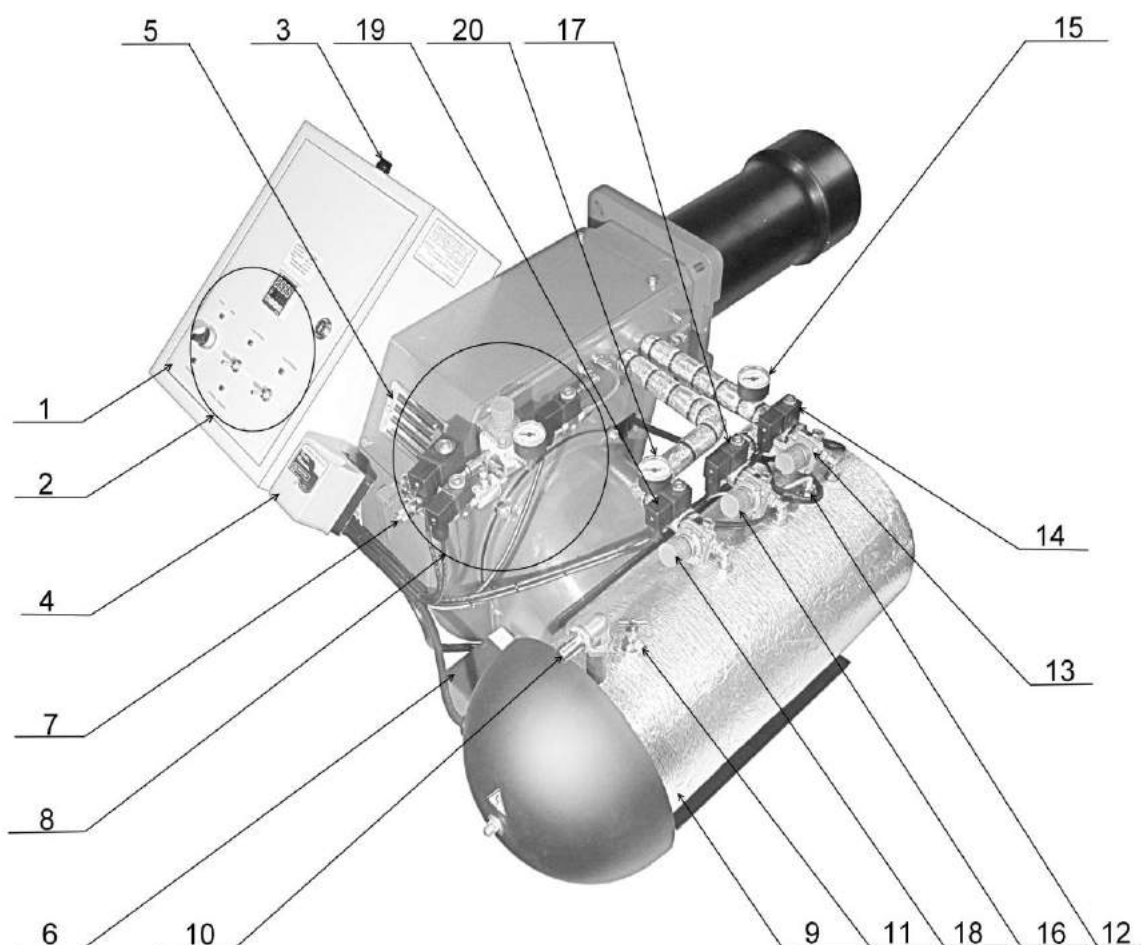
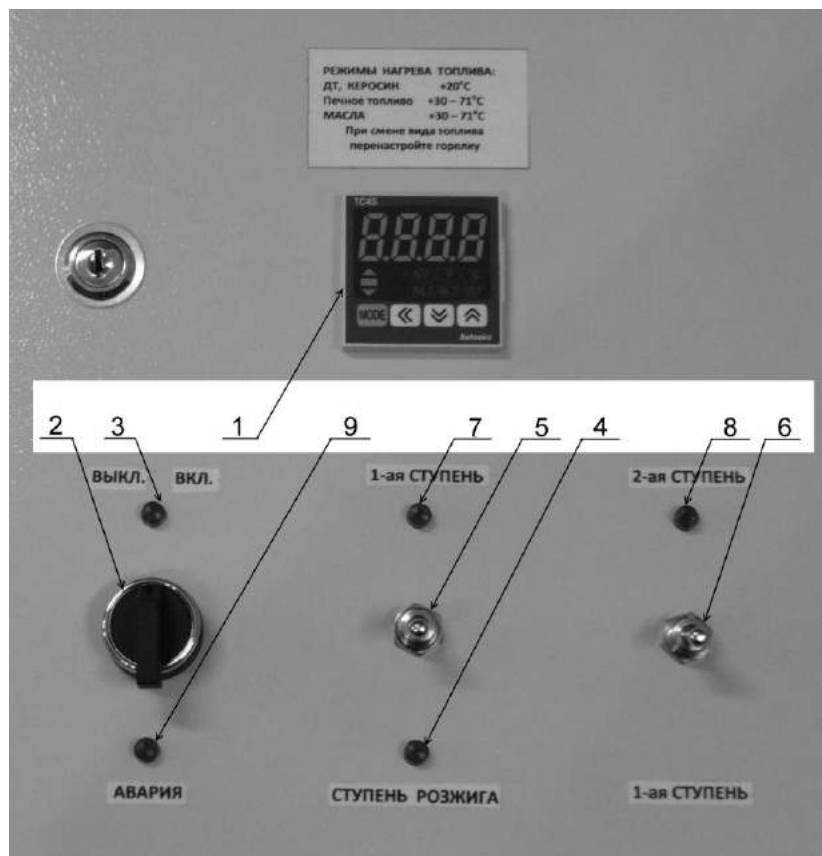
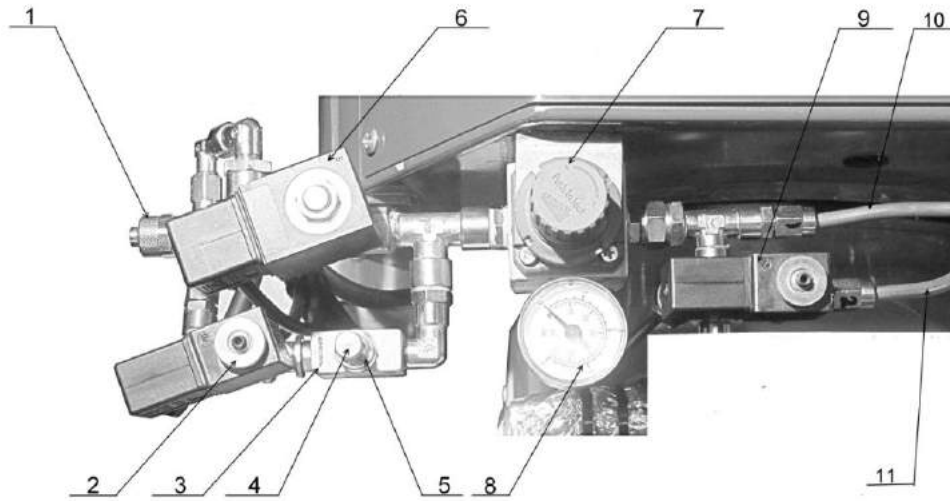
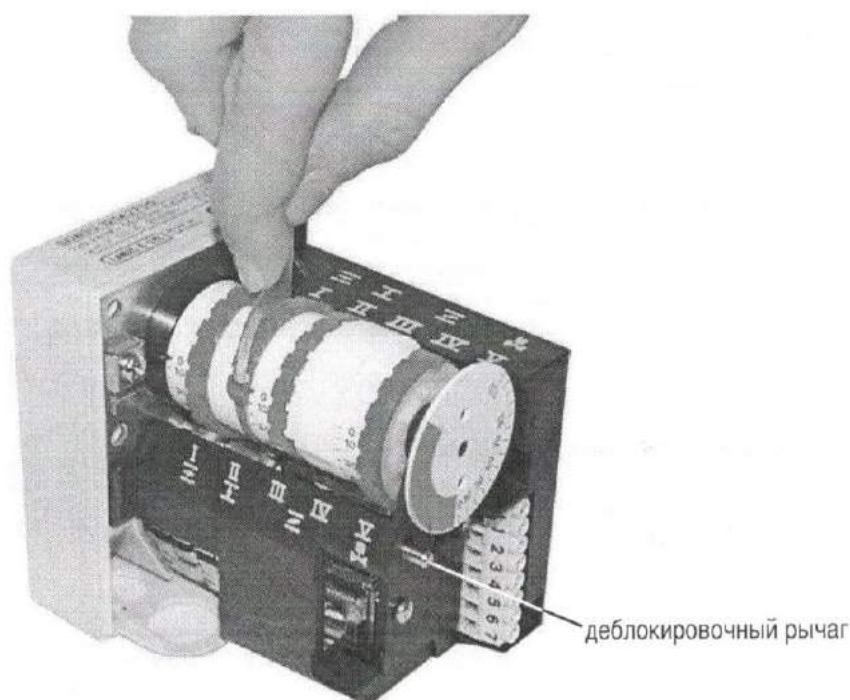

Рис.6. Органы управления и узлы контроля параметров Горелки.
Рис.7. Компоненты управления электрического шкафа.
Рис. 11. Блок регулирования первичного воздуха (от компрессора).
Рис. 12. Регулировка вторичного воздуха. Электропривод воздушной заслонки двухступенчатой Горелки.
- присоединить трубопровод от компрессора к пневмолинии Горелки (Рис.6 поз.8 );
2. Компоненты управления горелки на электрическом шкафе Рис.7
8. Блок регулирования первичного воздуха (от компрессора) Рис.11
Температурный контроллер используется для точного поддержания оптимальной температуры от 20 до 71 °С топлива в подогревателе топлива (Рис. 7, поз. 8) и подачи команды запуска Горелки на топочный автомат **AL1** гаснет при достижении температуры масла 6 °С менее заданной.
Установите электрический переключатель (Рис. 7, поз. 5) в положение вниз ступень розжига. Установите давление топлива розжига ступени в пределах от 0,05 до 0,4 бар с помощью регулятора давления топлива ступени розжига (Рис. 6, поз. 14), давление контролируйте по манометру (Рис. 6, поз. 16), выставьте параметры первичного и вторичного воздуха. Рекомендации даны ниже.
Установите электрический переключатель (Рис. 7, поз. 5) в положение 1-ая ступень (вверх). Установите давление топлива 1-ой ступени в пределах от 0,2 до 0,8 бар с помощью регулятора давления топлива первой ступени (Рис. 6, поз. 17), давление контролируйте по манометру (Рис. 6, поз. 16), выставьте параметры первичного и вторичного воздуха. Рекомендации даны ниже.
Установите электрический переключатель (Рис. 7, поз. 6) в положение 2-я ступень (вверх). Установите давление топлива 2-ой ступени от 0,2 до 0,8 бар с помощью регулятора давления топлива второй ступени (Рис. 6, поз. 19), контролируйте давление по манометру (Рис. 6, поз. 21), выставьте параметры первичного и вторичного воздуха рекомендации даны ниже. Для изменения регулировки поднять верхнюю крышку до щелчка, для уменьшения давления воздуха поворачивать против часовой стрелки, для увеличения по часовой. После регулировки давления опустить верхнюю крышку до щелчка.
Первичный воздух поступает от компрессора по магистрали (Рис. 11 поз.1), проходит через электромагнитный клапан дросселя (рис.11 поз.2), дроссель (Рис.11 поз.3) и далее с малым давлением на форсунку первой ступени, давление контролируется по манометру (Рис. 11 поз.8).
Через 7 секунд, открывается основной электромагнитный клапан первой ступени (Рис.11 поз.6), первичный воздух проходит через регулятор давления (Рис.11 поз.7) и контролируется по манометру (Рис.11 поз.8) и далее на форсунку первой ступени.
Для изменения регулировки давления воздуха поднять верхнюю крышку регулятора давления (рис.11 поз.7) до щелчка, для уменьшения давления воздуха поворачивать против часовой стрелки, для увеличения по часовой. Оптимальное рабочее давления 1,8-3,0 бар, контролируемое по манометру (Рис. 11 поз.8). После регулировки давления опустить верхнюю крышку до щелчка.
Установите электрический переключатель (Рис. 7, поз. 5) в положение ступень розжига (вниз). Установите давление топлива пусковой ступени в пределах от 0,05 до 0,4 бар с помощью регулятора давления топлива пусковой ступени (Рис.6, поз. 13), давление контролируйте по манометру (Рис. 6, поз. 15), выставьте параметры первичного воздуха (Рис.11 , поз. 3,7) и контролируйте по манометру (Рис. 11, поз. 8) давление для AL-50V, AL-70V 1,8-3,0 бар. Снимите защитный кожух с привода воздушной заслонки (Рис. 6, поз. 6). II-й рычаг положения воздушной заслонки ступени розжига (Рис.12 поз. II) должен быть положение 0-5. Положение 0 соответствует полностью закрытой заслонке. (Рис.12).
Установите электрический переключатель (Рис. 7, поз. 5) в положение первая ступень (вниз). Установите давление топлива первой ступени в пределах от 0,2 до 0,8 бар с помощью регулятора давления топлива первой ступени (Рис. 6, поз. 16), давление контролируйте по манометру (Рис. 6, поз. 15), выставьте параметры первичного воздуха (Рис.11 , поз. 7) и контролируйте по манометру (Рис. 11, поз. 8) давление для AL-50V, AL-70V 1,8-3,0 бар. Установите рычаг III (Рис.12 поз. III) положения воздушной заслонки первой ступени 5-30 гр. (Рис.12). Открытие(закрытие ) клапана 1-ой ступени происходит автоматически .
Установите электрический переключатель (Рис. 7, поз. 6) в положение вторая ступень (вверх). Установите давление топлива второй ступени в пределах от 0,2 до 0,8 бар с помощью регулятора давления топлива второй ступени (Рис. 6, поз. 18), давление контролируйте по манометру (Рис. 6, поз. 20), выставьте параметры первичного воздуха (Рис.11 , поз. 7) и контролируйте по манометру (Рис. 11, поз. 8) давление для AL-50V, AL-70V 1,8-3,0 бар. Установите рычаг I (Рис.12 поз. I) положение 30-90 гр. Это положение воздушной заслонки второй ступени. Кулачек V (Рис.12 поз.V) открытие(закрытие ) клапана 2-ой ступени, должен находиться между кулачком I и III . (Рис.12).
Если воздушная заслонка провернулась в обратную сторону, то для возврата в начальное положение (Рис.12 ) нажмите деблокировочный рычаг и установите закрыто положение в ручную.
После того как температура в подогревателе топлива (Рис. 7, поз. 8) стала на 5 °С ниже заданной на температурном контроллере (Рис. 8) выключается AL-1 и подается команда на включение Горелки. На блоке управления Горелкой загорается зеленый индикатор «Сеть» (POWER) и Горелка находится в режиме ожидания, готовая к запуску.
#### 3.4.7 Индикатор АВАРИЯ (Рис.7 поз.9)
Для предотвращения данной ситуации в огневой трубе установлен температурный датчик, отключающий горелку при достижении температуры 110 °С, при этом светится индикатор АВАРИЯ (Рис.7 поз.9) .
Для сброса сигнала АВАРИЯ, после остывания котла, открутите защитный колпачек с кнопки (Рис.6 поз.3) «сброс аварии» и тонким стержнем утопите ее на 1 см до щелчка. Индикатор АВАРИЯ при этом погаснет.
Установите электрический переключатель (Рис. 7, поз. 5) в положение вниз ступень розжига. Работа на ступени розжига должна обеспечивать мягкий пуск Горелки без хлопков. Установите давление топлива ступени розжига от 0,05 до 0,4 бар с помощью регулятора давления топлива ступени розжига (Рис. 6, поз. 13), контролируйте давление по манометру (Рис. 6 поз. 15). Выставьте параметры первичного воздуха пункт 3.4.4 и контролируйте по манометру (Рис. 7, поз. 19) давление для горелки AL-50V , AL-70V 1,8-3,0 бар. Снимите защитный кожух с привода воздушной заслонки (Рис. 6, поз. 6). Рычаг II положения воздушной заслонки ступени розжига (Рис.12 поз. II) должен быть положение 0-5 гр. Перемещение рычага II осуществляется его смещением (Рис.12). Положение 0 соответствует закрытой заслонке. Запустите Горелку п. 3.5. Горелка должна запускаться на ступени розжига без хлопков.
Возьмите отбор проб, если содержание СО2 в отходящих газах отличается от 11-13% проведите регулировку вторичного воздуха (Рис. 12, поз. II).
Возьмите отбор проб на сажное число, если сажное число менее 1, необходимо уменьшить подачу вторичного воздуха, перемещая синий рычаг влево, если больше - вправо но. (Рис. 12). Оптимальное значение сажного числа 1-3.
Установите электрический переключатель (Рис. 7, поз. 5) в положение первая ступень (вниз). Установите давление топлива первой ступени в пределах от 0,2 до 0,8 бар с помощью регулятора давления топлива первой ступени (Рис. 6, поз. 17), давление контролируйте по манометру (Рис. 6, поз. 8). Выставьте параметры первичного воздуха (Рис.7 , поз. 7) и контролируйте по манометру (Рис. 7, поз. 8) давление для AL-50V, AL-70V 1,8-3,0 бар. Установите рычаг III положения воздушной заслонки первой ступени (Рис.12 поз.III) на 5-40. Автоматическое открытие(закрытие ) клапана 1-ой ступени обеспечивает плавный переход со ступени розжига на первую ступень.
Возьмите отбор проб, если содержание CO2 в отходящих газах отличается от 11-13% проведите регулировку вторичного воздуха (Рис. 12).
Возьмите отбор проб на сажное число, если сажное число менее 1, необходимо уменьшить подачу вторичного воздуха, перемещая зеленый рычаг влево, если больше - вправо но, не выходя за зеленую зону шкалы. (Рис. 12). Оптимальное значение сажного числа 1-3.
Установите электрический переключатель (Рис. 7, поз. 6) в положение вторая ступень (вверх). Установите давление топлива второй ступени в пределах от 0,2 до 0,8 бар с помощью регулятора давления топлива второй ступени (Рис. 6, поз. 18), давление контролируйте по манометру (Рис. 6, поз. 20). Выставьте параметры первичного воздуха (Рис.11 , поз. 7) и контролируйте по манометру (Рис. 7, поз. 8) давление для AL-50V, AL-70V 1,8-3,0 бар. Установите рычаг I положения воздушной заслонки 2-ой ступени (Рис.12 поз.I) в положение 40-90 гр.
Кулачек (Рис.12 поз.V) - открытие(закрытие ) топливного клапана 2-ой ступени (Рис.6 Поз.22) должен быть между кулачком III и кулачком I (Рис.12), положение данного кулачка должно обеспечивать плавный переход с первой ступени на вторую ступень и обратно.
Возьмите отбор проб на сажное число, если сажное число менее 1, необходимо уменьшить подачу вторичного воздуха, перемещая зеленый рычаг влево, если больше - вправо но, не выходя за красную зону шкалы. (Рис. 12). Оптимальное значение сажного числа 1-3.